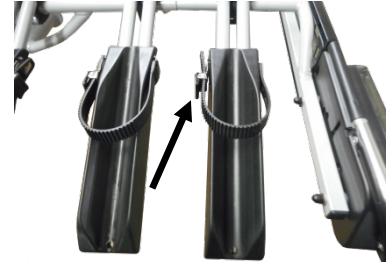

Bild 8: Einbaulage Verschlüsse
- Setzen Sie die Erweiterungsschiene auf die Hülsen (Bilder 6 und 7). Dabei müssen sich die Verschlüsse der Radhaltergurte in Fahrtrichtung vorn befinden (Bild 8).